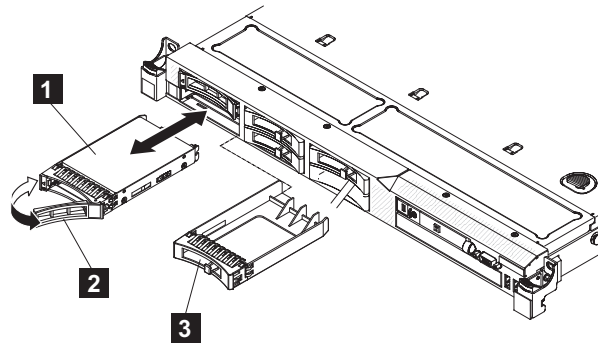

図 150. SAN ボリューム・コントローラー 2145-CG8 または 2145-CF8 ドライブおよびドライブ・ベイ・フィラー
- b. ドライブ・アセンブリを、197 ページの図 150 に示すように、ベイ内のガイド・レールに位置合わせします。